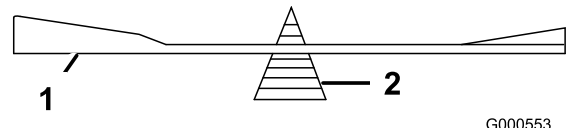

Figura 44
- Verifique el equilibrio de la cuchilla colocándola sobre un equilibrador de cuchillas (Figura 44). Si la cuchilla se mantiene horizontal, está equilibrada y puede utilizarse. Si la cuchilla no está equilibrada, repita el procedimiento de afilado en el lado más pesado hasta que la cuchilla esté equilibrada.